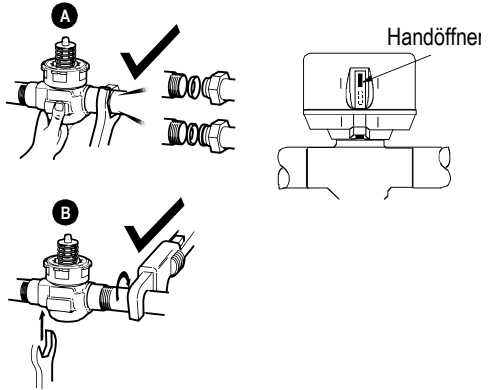

Abb. 5: Einbau des Ventils Abb. 6: Manuelle Öffnung
6. Halten Sie den Ventilkörper dabei in einer Hand (Abb. 5 A) oder setzen Sie einen verstellbaren Schraubenschlüssel (38 mm bzw. 1-1/2") an den Sechskant oder die flache Seite des Ventilkörpers (Abb. 5 B). Bei Einbau auf einer Werkbank ist darauf zu achten, den Ventilkörper nicht mit dem Schraubstock zu deformieren. Achten Sie darauf, dass sich das hervorstehende "H"-Logo nicht zwischen den Spannbacken befindet. Übermäßige Spannkraft kann zur Verformung des Ventilkörpers führen.
7. Der Einbau des Stellglieds kann erfolgen, indem die unter (2) beschriebene Vorgehensweise umgekehrt wird.